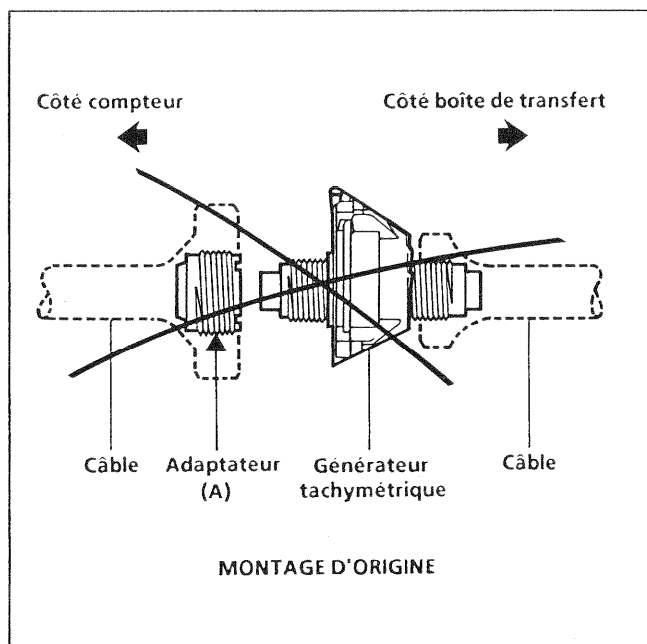

Figure 1
- Avant démontage, bien repérer le sens du générateur, suivant la (Figure 1).